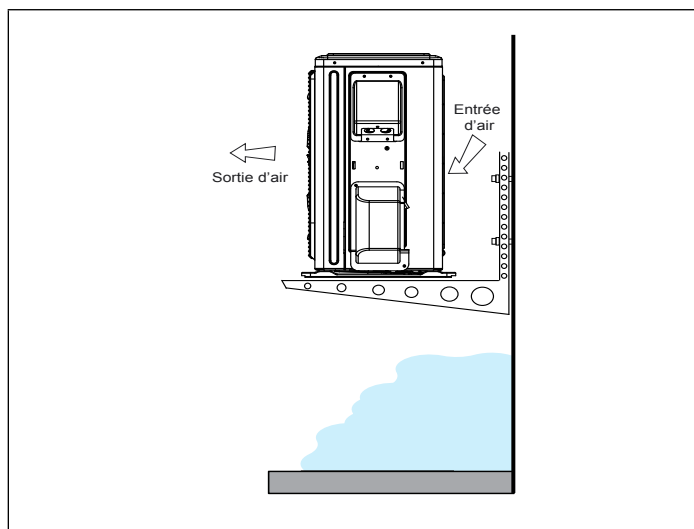

Figure 14. Unité extérieure sur supports au-dessus du niveau de la neige
- La base de l'unité doit être située au-dessus du niveau moyen de la neige comme illustré à la « Figure 14. Unité extérieure sur supports au-dessus du niveau de la neige ».
- Quand les vents dominants sont du côté évacuation, positionner la chicane anti-vent à un minimum de 79 pouces (2007 mm) de l'avant de l'unité comme illustré à la Figure 14. Barrière anti-vent.